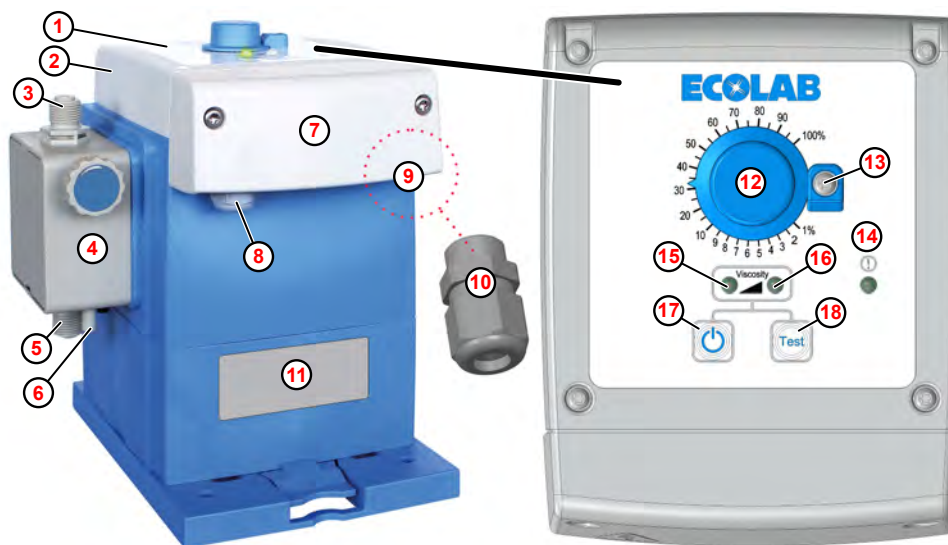

Fig. 1: Estructura, elementos de mando y pasacables EcoPro
Para la conexión de cables de la señal de activación, la bomba incluye una unión roscada (M12 x 1,5) (Fig. 1 , ⑩).